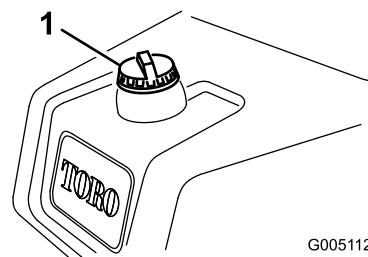

Bild 29
1. Reinigen Sie den Bereich um den Tankdeckel herum und nehmen Sie den Deckel ab (Bild 29).